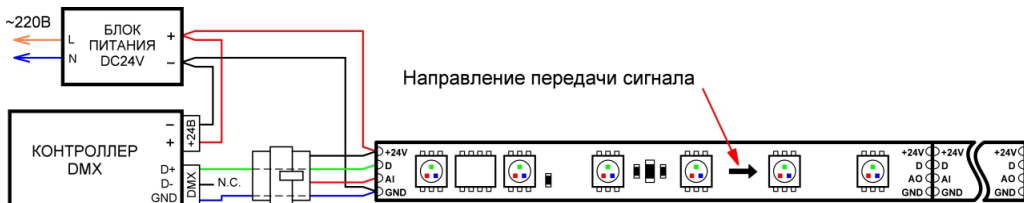

Рис.1. Схема подключения ленты к DMX контроллеру.
- Подключите ленту к выходу блока питания и к контроллеру согласно приведенной схеме (Рис.1.), соблюдая полярность. При подключении лент и соединении отрезков учитывайте направление передачи цифрового сигнала, указанное стрелкой на ленте. Вход сигнала управления имеет обозначение «А», выход - «АО». Для подключения используйте коннекторы из комплекта поставки.
- Подключите ленту согласно схеме (Рис.1.), соблюдая полярность.